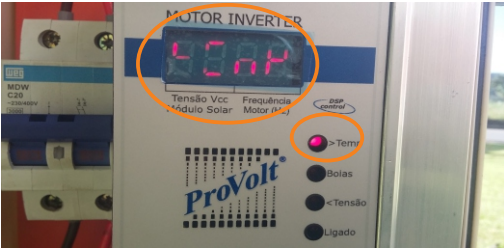

Figura 21: Led “>Temp” e indicação no display “temp”
- Numa aplicação especial onde haja um protetor térmico ligado à carcaça da motobomba, e caso ele atue havendo a abertura do contato, o inversor desligará a motobomba e o led “>Temp” se acenderá (Figura 21).